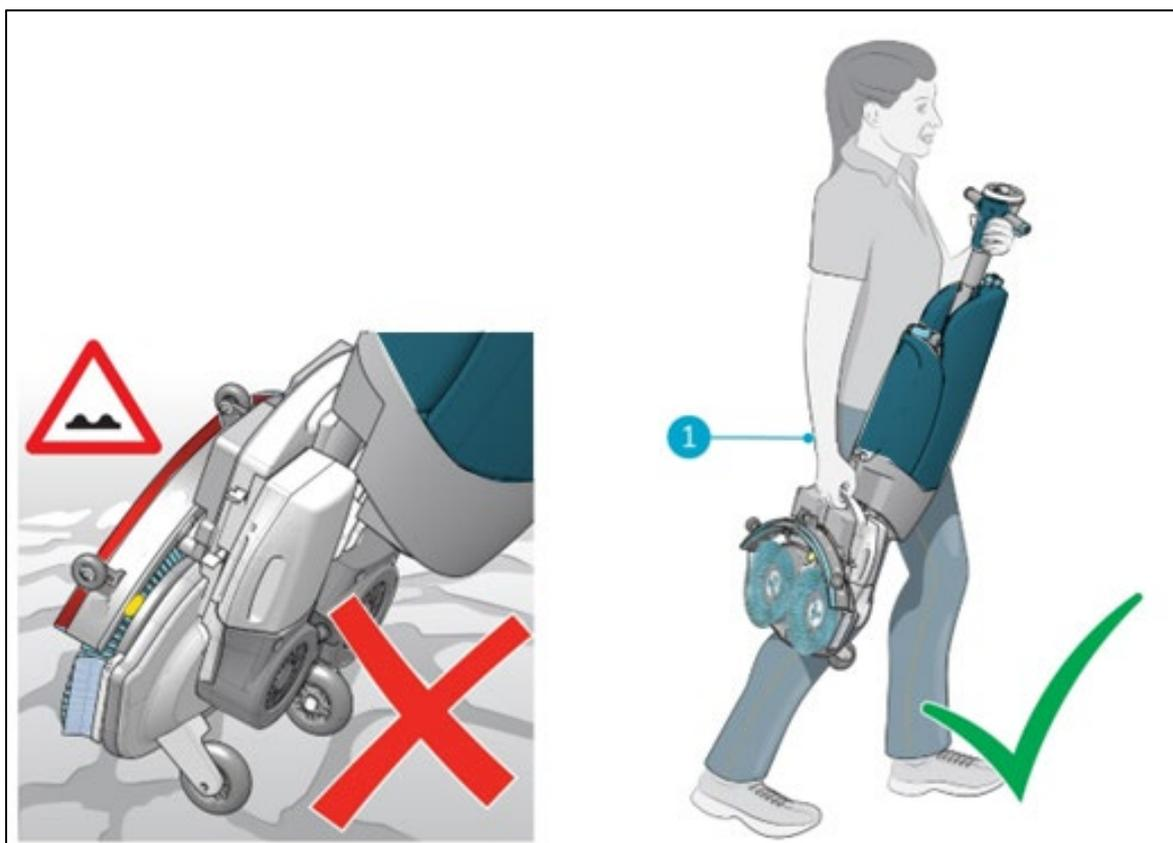

Figure 7
2. Portez l'i-mop® XL d'une main en tenant la poignée (Figure 7, pos 1) avec l'autre main.